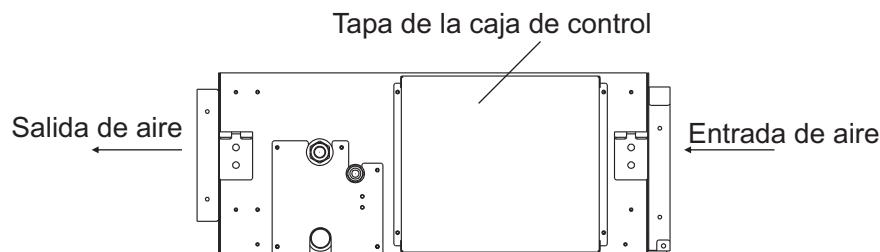

Imagen 6.1 Quite los tornillos de la caja de control
- Cuando sujeté los cables, utilice la abrazadera incluida como se muestra en la Imagen 6.1 para evitar que la presión externa se ejerza sobre la conexión del cableado y ajústela firmemente.
- (1) Como se muestra en Imagen 6.1, quite los tornillos de la caja de control.
- (2) Conecte el cable de alimentación y el cable a tierra a la terminal principal.
- (3) El cable del control remoto a la caja terminal auxiliar.
- (4) Conecte el cable de alimentación de la unidad interna y de la externa a la terminal principal.
- (5) Amarre firmemente el cable en la caja de control con la abrazadera.
- (6) Después de terminar el cableado, selle el orificio del cableado con el material sellante (con la tapa) para evitar que ingresen insectos y la condensación del agua.